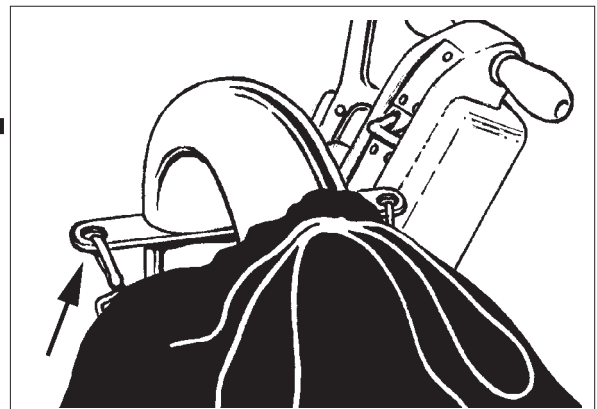

Figure 9
3. Attachez le sac de dépoussiérage au coude (voir figure 9). Croisez les cordons du sac et attachez-les bien serrées sur l'évasement du coude. Enroulez le cordon autour du coude et fixez-le solidement.